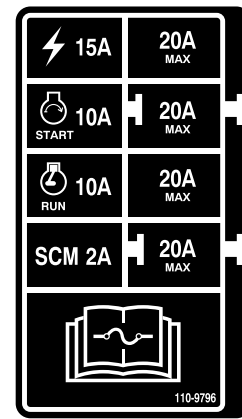

Figura 62
**Importante:** Si es necesario cambiar un fusible, utilice siempre un fusible del mismo tipo y amperaje que el fusible que está sustituyendo; si no, podría dañar el sistema eléctrico. Consulte la pegatina situada junto a los fusibles que contiene un esquema de cada fusible y su amperaje (Figura 62).